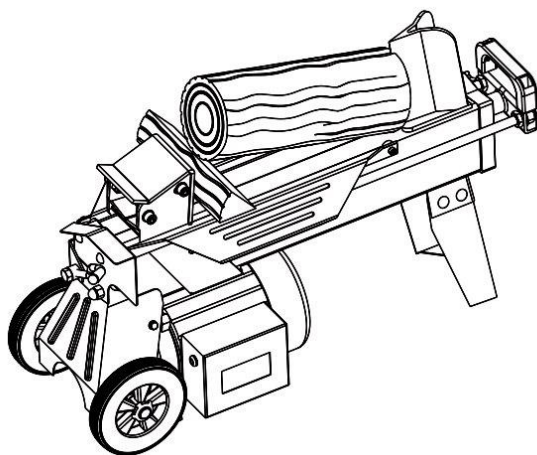

Рис.5
В случае застревания бревна в лезвии колуна дровокола отпустите рукоятки управления. Вбейте под застрявшее бревно клин (1) таким образом, чтобы оно поднялось выше толкателя (Рис.5). Включите дровокол и освободите застрявшее бревно.